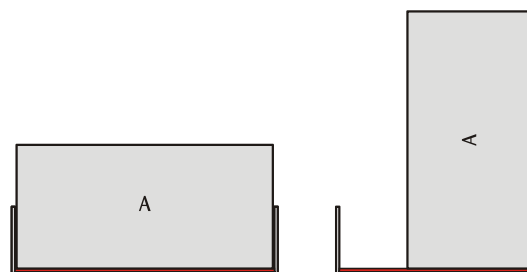

Fig. 1: Analisi dell'attrito statico e dell'attrito radente con il corpo di attrito A per due diverse dimensioni della superficie di appoggio.
- Collocare l'indicatore di attrito a scelta con il lato liscio o con il lato ruvido sulla rotaia e posizionarvi sopra un corpo di attrito (ved. fig. 1 e 2).